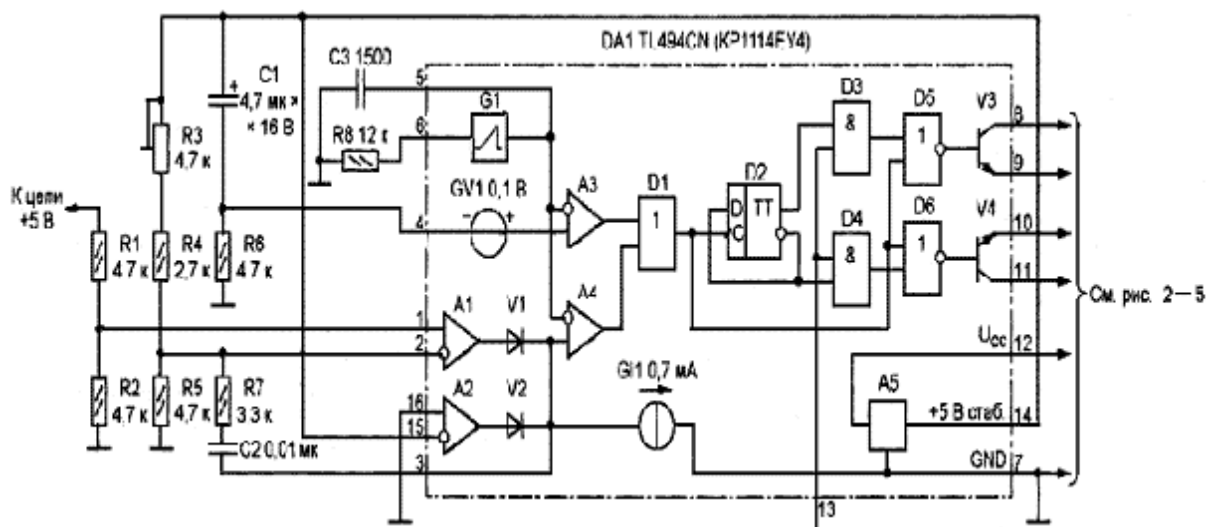

Рис.6.
В большинстве "компьютерных" ИБП этот узел построен на базе микросхемы Ш И М-контроллера TL494CN (отечественный аналог - КР1114ЕУ4) или ее модификаций. Основная часть схемы подобного узла — на рис. 6, на ней показаны и элементы внутреннего устройства упомянутой микросхемы.
- 1.Какие функции выполняют компараторы А3 и А4 (рис. 6)?
3. Назначение цепи С1R6 (рис. 6)?